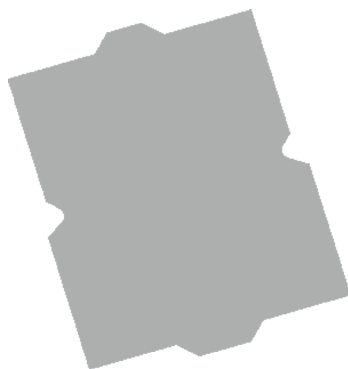

图 16-8 创建顶点倒圆角特征
STEP 07 在“顶点倒圆角”选项卡中的“输入圆角值”文本框中输入“5”，单击“完成”按钮, 即可创建顶点倒圆角特征，效果如图 16-8 所示。